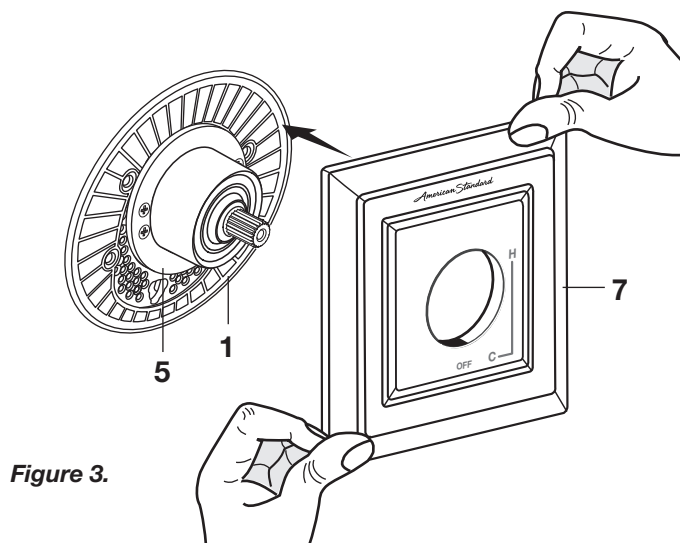

Figure 3.
- **Figure 3.** Install ESCUTCHEON (7) onto CAP (1) and push flush against finished wall. ESCUTCHEON (7) will snap fit onto ESCUTCHEON HOLDER (5).
- **Figure 3.** Installez L'ÉCUSSE (7) sur le CAPUCHON (1) et poussez jusqu'à ce qu'il soit de niveau avec le mur fini. L'ÉCUSSE (7) s'enclenchera sur le PORTE-ÉCUSSE (5).